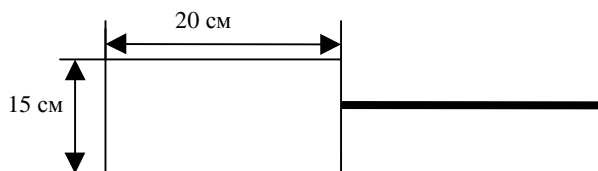

Рис.2. Имитатор стандартной цели
- введите внутрь охраняемого объема и перемещайте по направлению к охраняемым предметам со скоростью приблизительно 0,03 м/с имитатор стандартной цели (см. рис.2) так, чтобы плоскость его панели была перпендикулярна оси ориентации АИ или АП;